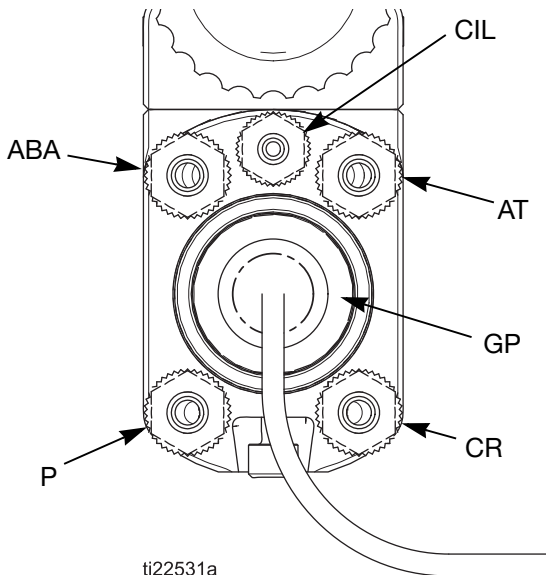

Fig. 14 Conexiones del colector
- a. Consulte **Conexión a tierra** en la página 23. Instale una ménsula para fluido (F) tras la pistola, en un lugar al que se pueda acceder con un tubo de fluido suministrado por Graco de una longitud máxima de 2,4 m (8 pies). Conecte un cable de tierra a la abrazadera y conecte el otro extremo a una toma de tierra verdadera.
- c. Conecte un tubo de fluido suministrado por Graco desde la ménsula para fluido hasta el orificio de entrada de suministro de fluido a la pistola (P). Vea la FIG. 14 en la página 18. Si se utiliza una línea de circulación, conecte un tubo de fluido suministrado por Graco desde la